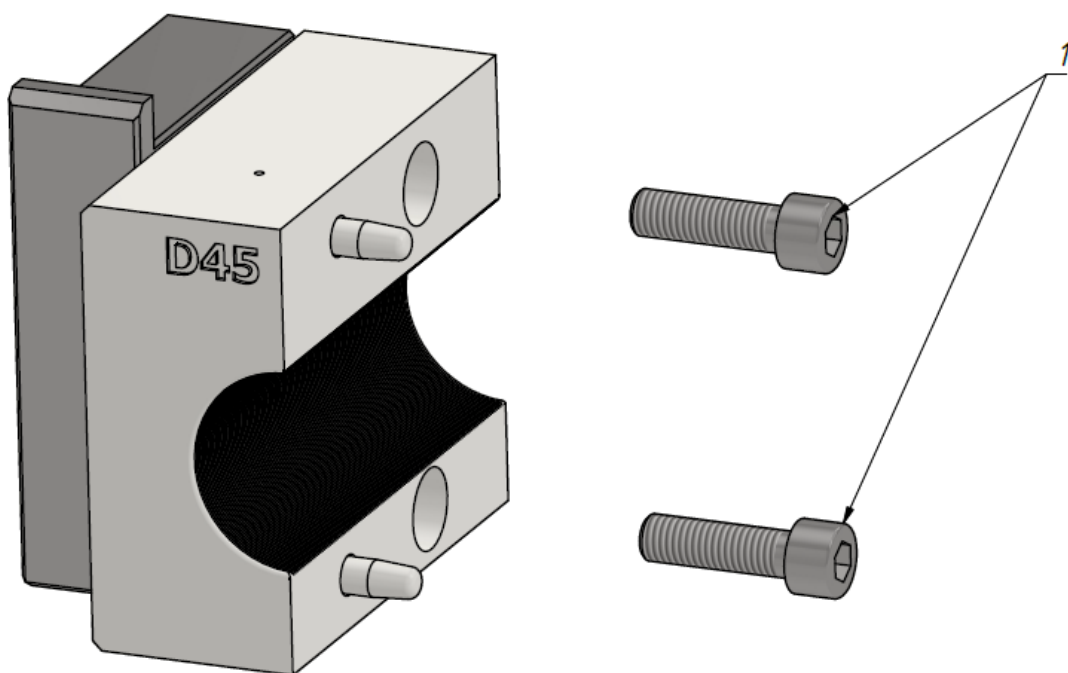

Рис. 4.2.4
7. Снять вкладыш зажима, открутив фиксирующие болты (поз. 1 Рис. 4.2.4)